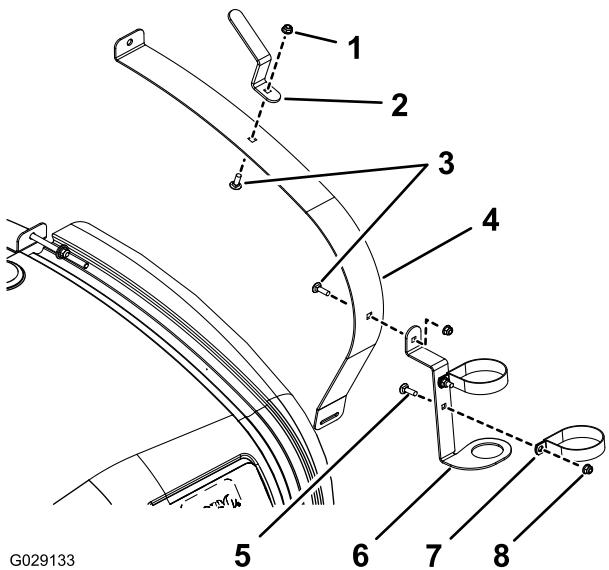
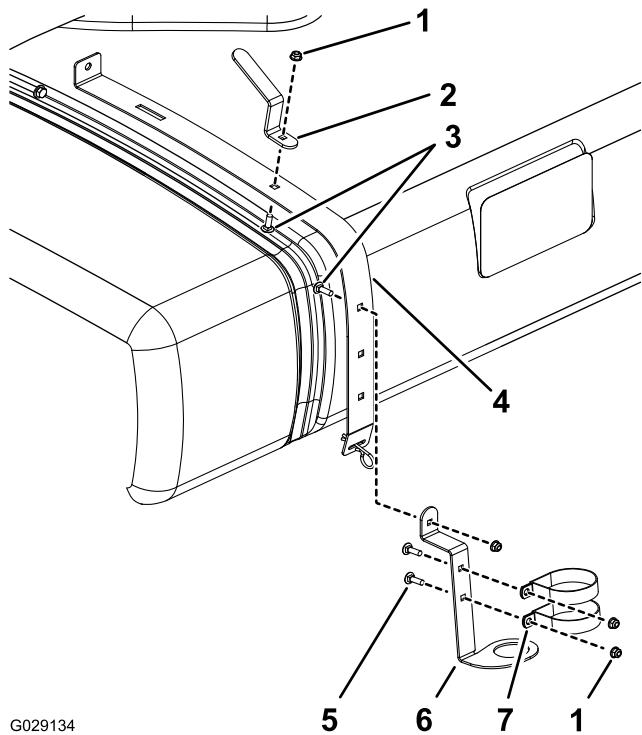

Figure 1
Figure 2
- Pour le Multi Pro 1750 et le Multi Pro 5800, desserrez la sangle avant droite (Figure 1).
droite (Figure 2).
2. Montez les colliers en R, le support du pistolet-pulvérisateur et le crochet du tuyau, comme montré à la Figure 1 ou la Figure 2, au moyen d'un boulon de carrosserie, d'une rondelle plate et d'un écrou à embase.